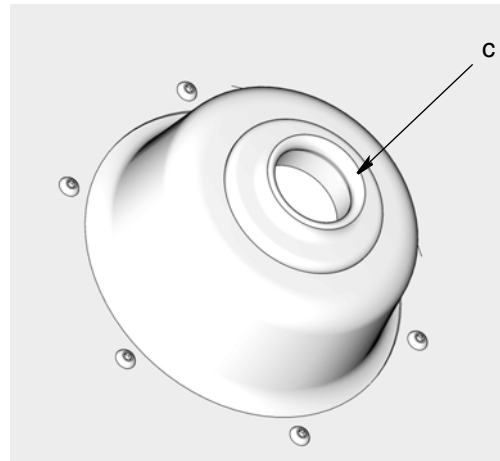

FIG. 7
5. Vérifier si l'œillet en caoutchouc (c) est bien en place au centre de la plaque d'appui (FIG. 7).